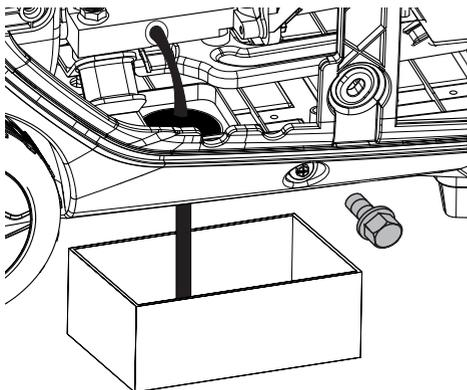

Рис. 18. Слив масла с картера двигателя
6. Открутите пробку для слива масла и слейте отработанное масло в подготовленную для этого ёмкость через отверстие в корпусе генератора (Рис. 18).